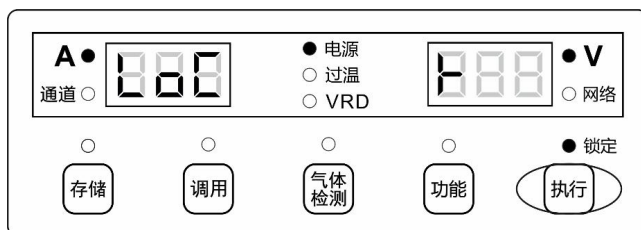

图 3-12 普通锁定界面
1. 选择好焊接参数，长按**执行**键 3 秒，数码管提示“**LOCK**”后，锁定指示灯常亮，即进入普通锁定界面，如图 3-12 所示；